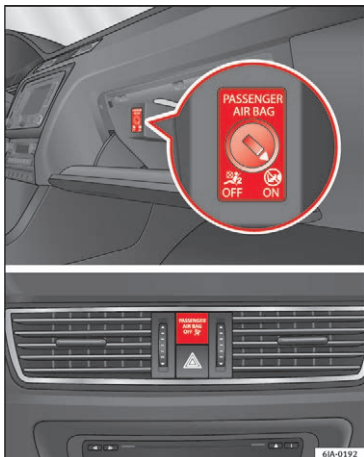

Fig. 82 Kontakt til forsædepassagerens frontairbag/kontrollampe til frakobling af forsædepassagerens frontairbag
- Frakoblingen af airbaggen bliver vist ved, at kontrollampen **OFF**  i meddelelsen **PASSENGER AIR BAG OFF**  lyser i den midterste del af instrumentpanelet **»» Fig. 82 ③**.
- Sæt nøglekammen ind i den slids, hvormed forsædepassagerens frontairbag kan frakobles » **Fig. 82**. I den forbindelse skal nøglekammen stikkes helt ind, så det svarer til ca. 3/4 af nøglekammens længde.